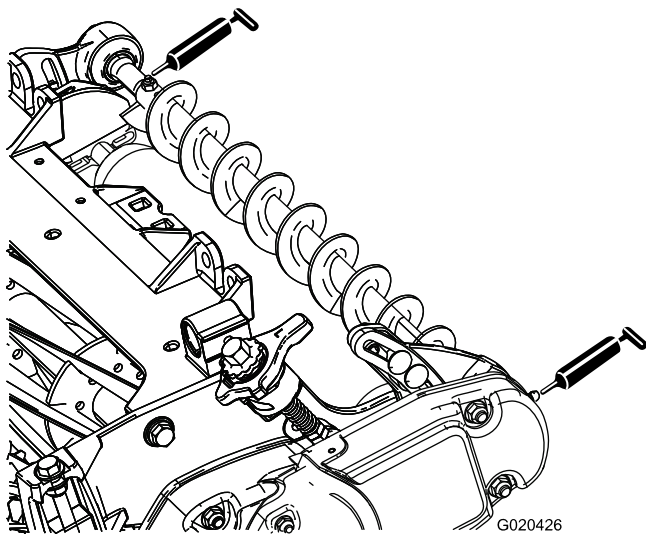

図 15
4. 左右のローラブラシベアリングハウジングのグリス注入部、および、カッティングユニットのその他のグリス注入部に、No.2 リチウム系グリスを注入する 図 15。